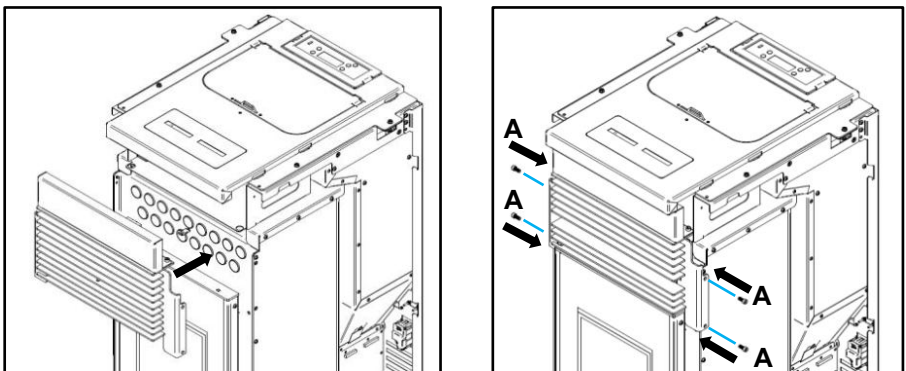

Figura 37 – Aperto da grelha frontal
e) Posteriormente, encaixar o conjunto no equipamento, utilizando quatro parafusos **A** (DIN 912 M5x12) como demonstra a Figura 37.